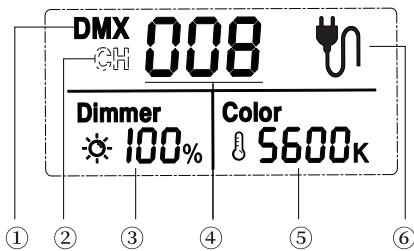

图5 LCD显示信息
LCD数码管字段(图5 ④)闪烁表示当前位被选定,
LCD左上角显示"DMX"(图5 ①)表示灯具当前支持的通信控制模式为DMX通信模式。在该模式下,将DMX信号输出设备接入灯具网络,设置好通信地址,即可正常使用。
LCD左上角显示"CH"(图5 ②)表示灯具当前支持的通信控制模式为互控模式。在该工作模式下,将目标灯具设置成相同的通信地址即可正常使用,不区分主从机。